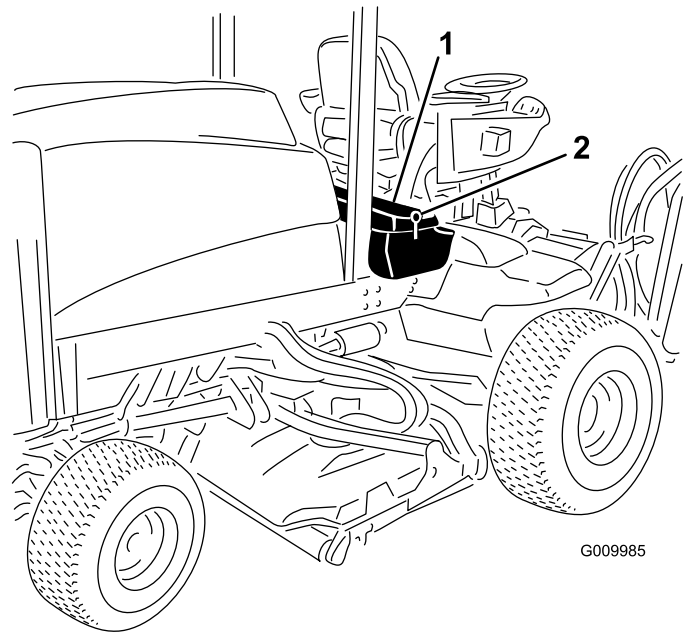

Figura 36
1. Desenganche y levante el panel de la consola del operador (Figura 36).